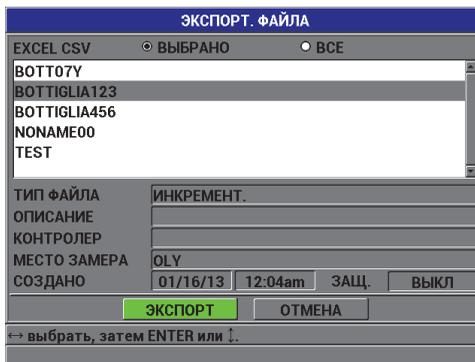

Рис. 8-6 Экран ЭКСПОРТ. ФАЙЛА
4. В окне **ЭКСПОРТ. ФАЙЛА** (см. Рис. 8-6 на стр. 155) выберите: